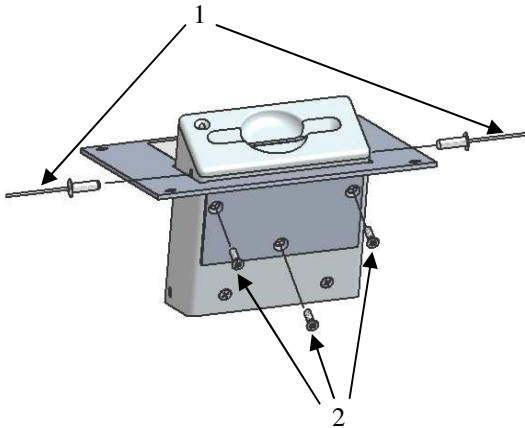

Рис. 3. Установка считывателя на кронштейн для «врезного» крепления.
1. Вставить и расклепать две заклепки 3,2x8 в боковые отверстия корпуса считывателя (см. рис. 3, поз. 1).
2. Установить считыватель на кронштейн для «врезного» крепления и закрепить тремя винтами 4x6 (см. рис. 3, поз. 2)